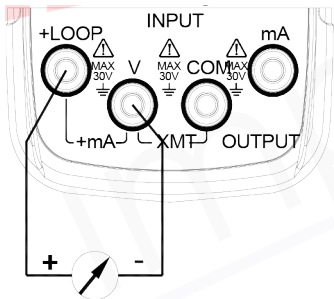

Figura 5-1 — Conexão para Saída de Corrente
Insira uma extremidade do cabo de teste no jack de saída + mA – (OUTPUT) do Instrumento e conecte a outra extremidade à entrada do instrumento do usuário, conforme mostrado na Figura 5-1:
- Conecte ao Instrumento conforme mostrado na Figura 5-1;
- Conecte conforme mostrado na Figura 5-1;